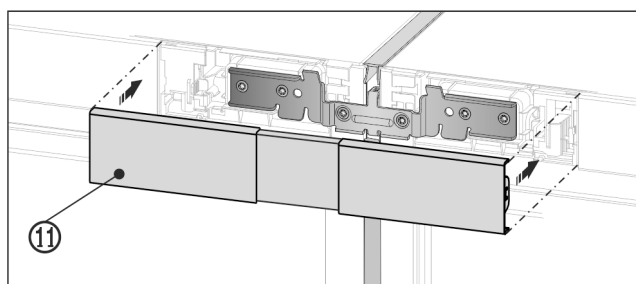

Fig. 29
- ▶ Encaje la cubierta Fig. 29 (11) superior en el espacio todavía abierto que hay entre los dos paneles de mando. Al hacerlo, preste atención a que las caras exteriores de la cubierta queden a ras de los paneles de mando.